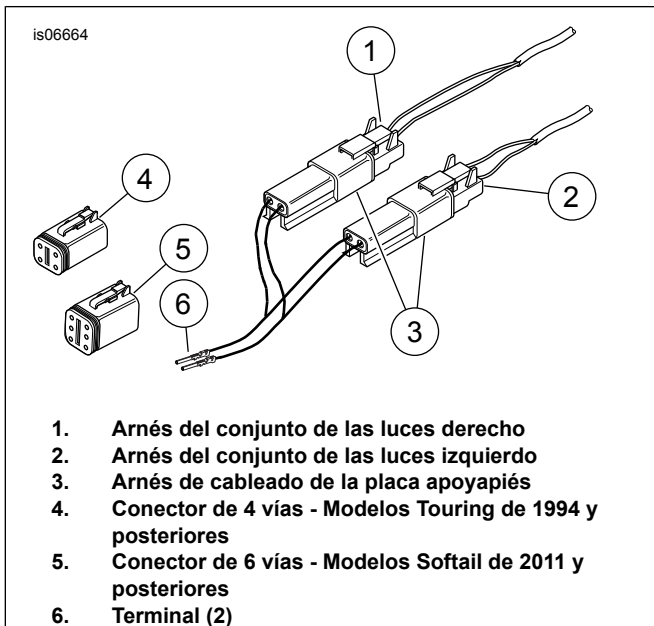

Figura 10. Conexiones eléctricas - Todos los modelos de 1994 y posteriores
1. Vea Figura 10. Instale el conector Deutsch de 4 patillas al arnés de cableado del suelo del vehículo. Vea el manual de servicio.
2. Enchufe los arneses de cableado del conjunto de las luces derecha (1) e izquierda (2) en el arnés de cableado de la placa apoyapiés (3).
3. Conecte el conector del arnés de cableado de la placa apoyapiés (4) en el enchufe accesorio ubicado debajo del asiento. Continúe a ARMADO FINAL.
1. Vea Figura 10. Instale el conector Deutsch de 6 patillas (5) al arnés de cableado del suelo del vehículo. Vea el manual de servicio.
2. Enchufe los arneses de cableado del conjunto de las luces derecha (1) e izquierda (2) en el arnés de cableado de la placa apoyapiés (3) proporcionado en el kit.